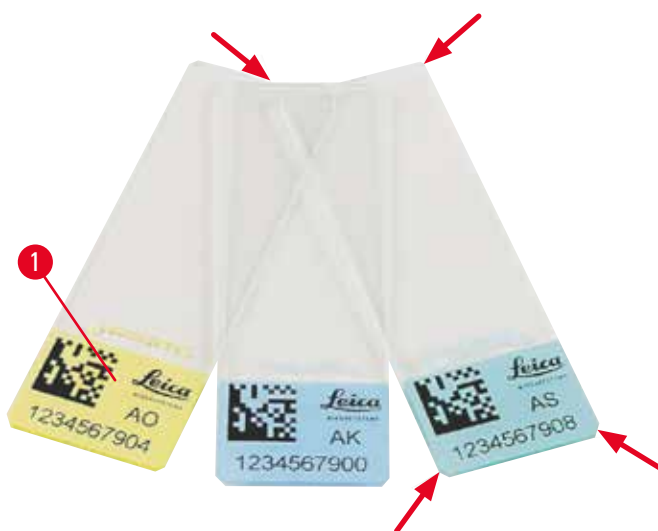

Fig. 4
Nel (→ "Fig. 4-1") (→ "Fig. 4") è possibile impiegare solo vetrini standard che dispongano di bordi colorati Leica IP S sui quali viene effettuata la stampa.
- Per ridurre la polvere di vetro ed evitare anomalie di tipo meccanico, utilizzare soltanto vetrini con angoli smussati (45° su ogni angolo, (→ "Fig. 4").